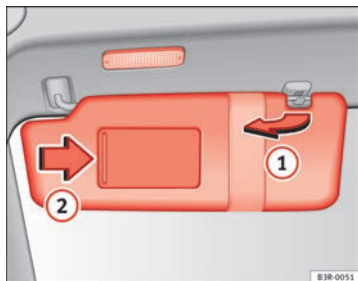

Abb. 99 Sonnenblende
Die Sonnenblenden für den Fahrer und Beifahrer können aus der Halterung in der Fahrzeugmitte herausgezogen und zu den Türen geschwenkt werden (1) ⇒ Abb. 99.